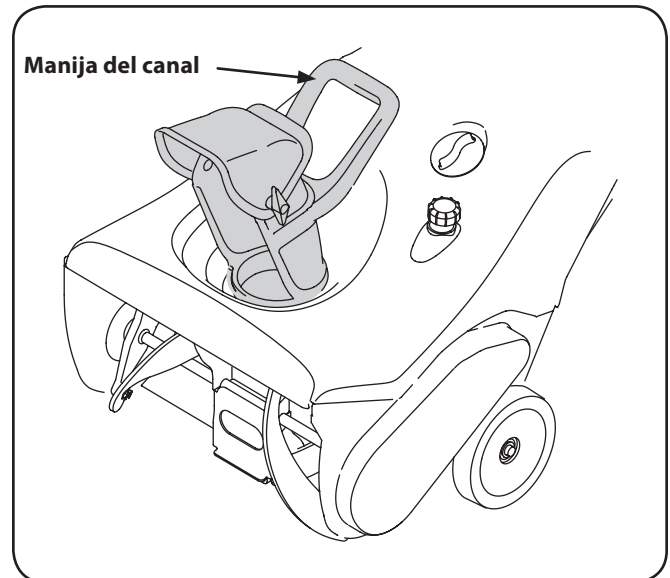

Figura 3-3
3. Asegúrelo con los herrajes que acaba de quitar. Vea la Figura 3-3.